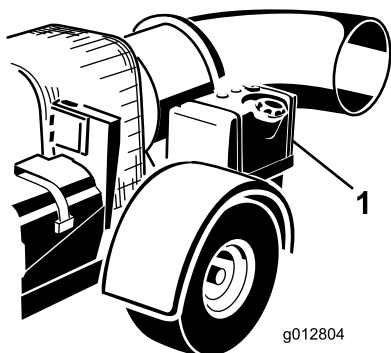

Figure 11
2. Nettoyez la surface autour du bouchon du réservoir de carburant et enlevez le bouchon (Figure 11).